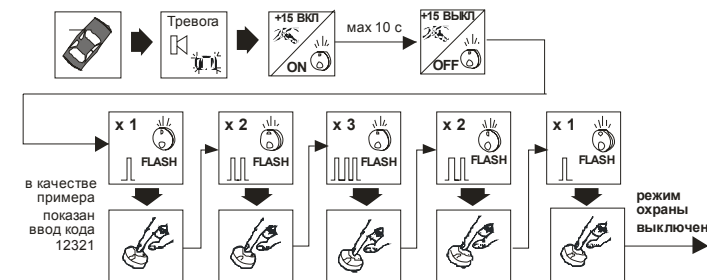

Рис.4.1. Аварийное выключение охраны.
4.2.2.1. С помощью ввода персонального кода. Для выключения охраны следует (рис.4.1):